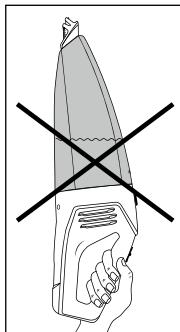

Fig. 4
- Hvis du bærer produktet vandret eller med vådmundstykket **1** opad, kan væsken løbe ud (se fig. 4 og 5):